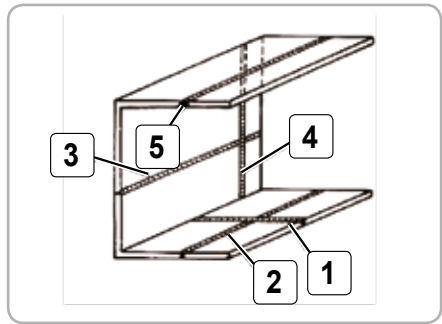

Fig.18
- cusături de sudură în 1/2V, 1/2U, 1/2X (K) se utilizează mai rar, recomandându-se la sudarea orizontală pe perete vertical (pentru a împiedica scurgerea metalului topit) și la îmbinările în T.
- pentru îmbinări cu cusături în adâncime: Fig. 18
- îmbinări sudate orizontale în plan vertical (3);
- îmbinări sudate verticale în plan vertical (4);
- îmbinări sudate de plafon (peste cap) (5);